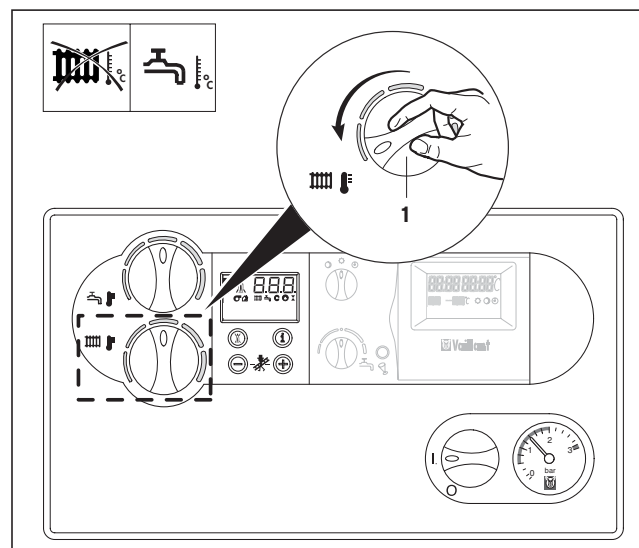

Рис. 3.13 Выключение отопления (летний режим эксплуатации)
- Для этого поверните ручку (1) для установки температуры подающей линии системы отопления до упора влево (рис. 3.13).